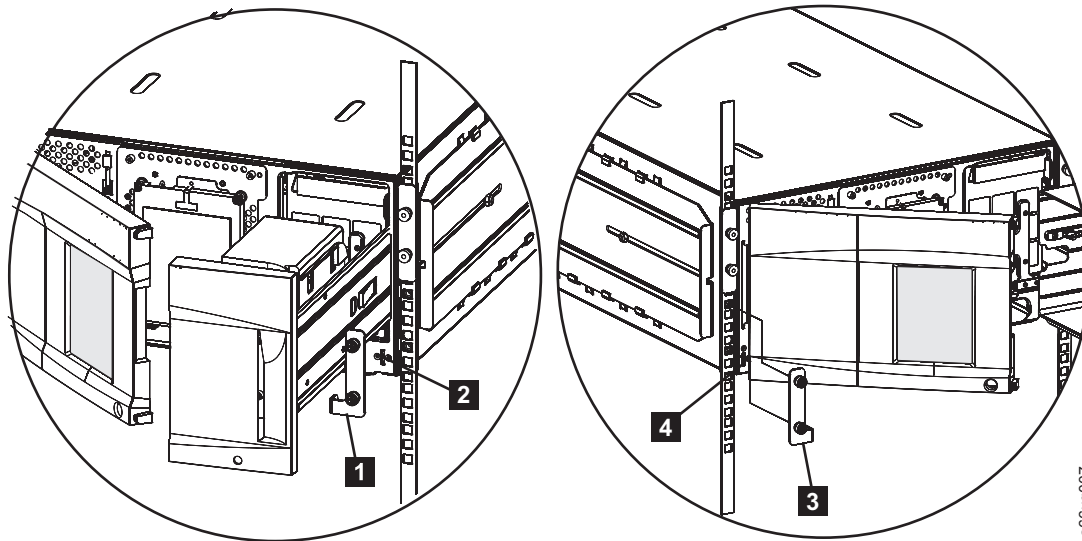

Figura 11-12. Extracción de las aletas del bastidor de un módulo de control
b. Extraiga la aleta posterior derecha (1 de la Figura 11-12).
- c. Extraiga la aleta del bastidor izquierda (3 de la Figura 11-12).